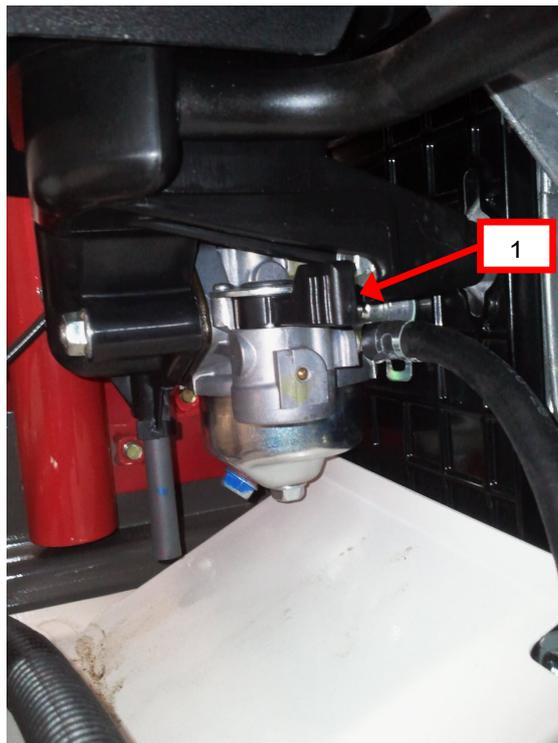

Figure 14
- La débroussailleuse RM830 est équipée d'un robinet d'essence situé en dessous du filtre à air du moteur qui permet d'isoler le réservoir. Il alimente le moteur lorsqu'il est orienté vers la gauche, il est fermé lorsqu'il est orienté vers l'avant de la machine (Figure 14, repère 1).